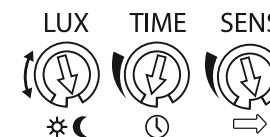

Рис. 2
- 7.7 Настройка Изделия. Датчик снабжен тремя регуляторами: LUX, TIME, SENS (рис. 2).